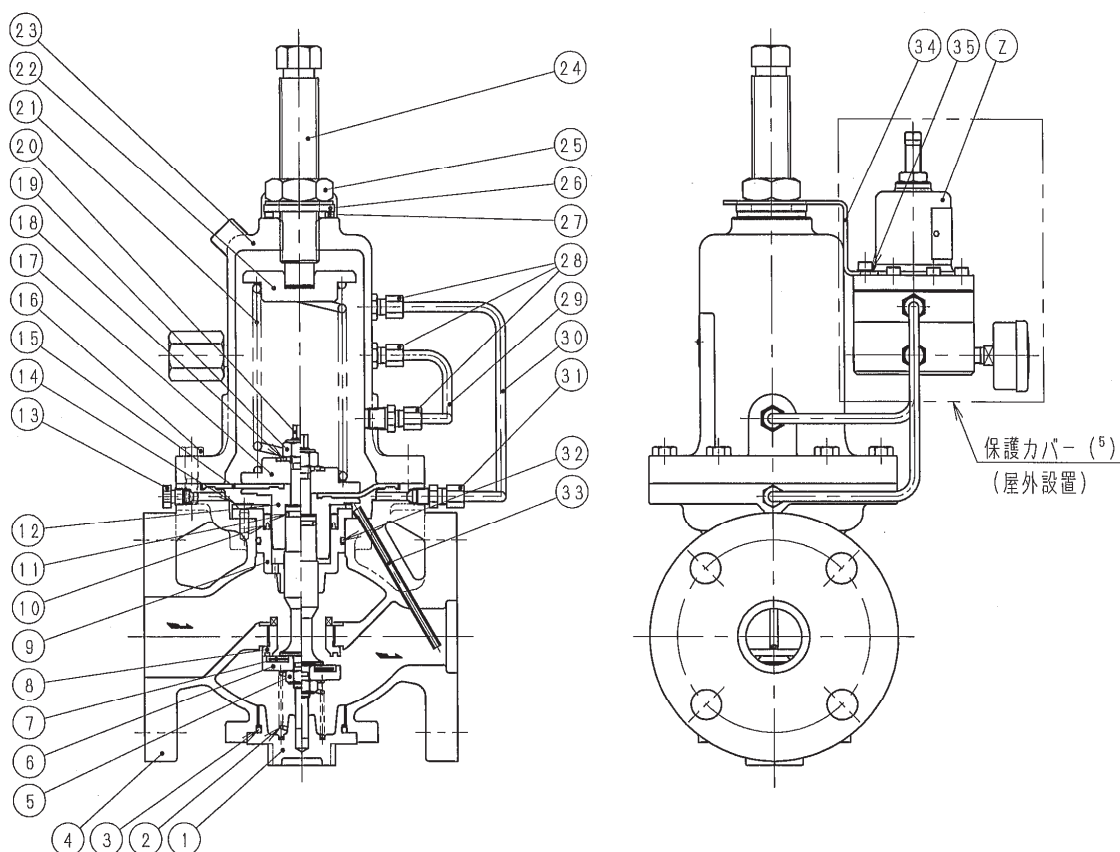
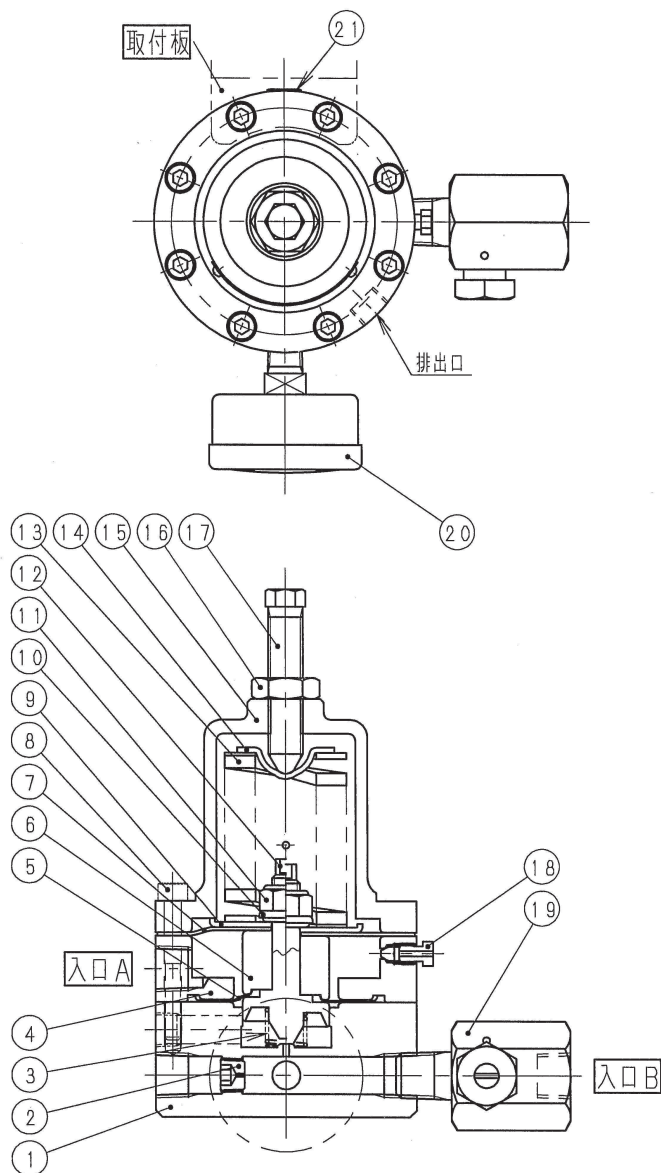

図4 構造例(呼び径 50)
図5 PCの構造(図4②詳細)
内部検出方式の場合の構造例を図4および図5に示します。主要各部の名称は表1および表2を参照してください。なお、主弁の構造は呼び径や弁箱材料などにより異なります。
注(4) 詳細は図 5 および表 2 を参照してください。
- (3-2) 本弁を配管に取り付ける際には、流体の流れ方向と弁箱④(図 4 参照)の鋳出し矢印の方向を必ず一致させてください。逆向きに取り付けて流体圧力を加えた場合、内部部品が変形・破損する危険性があります。
- (3-3) 本弁に過大な配管応力が加わらないよう配管の支持や固定をしっかりと行ってください。弁箱④に過大な応力が加わった場合、作動不良や弁漏れを引き起こすだけでなく、弁箱④が破損して外部に流体が流出する危険性があります。
- (3-4) 本弁を屋外に設置する場合は PC をカバー等で覆うなど、雨水等の流入を防止する措置を講じてください(図 4 参照)。その際、排出口は絶対に閉塞しないでください。
- (1) 操作用空気配管を絞り弁 Z-⑩(図 5 参照)の入口 B に接続してください。絞り弁 Z-⑩の入口側には圧力計を設置してください。
- (2) 二次側圧力(P2)を外部検出する場合は、制御流体を中間筒 Z-④の入口 A に接続してください。
- (3) 保守・点検および圧力調整の観点から、主弁と同様に正立(調節ねじ Z-⑦が上向き)での設置を推奨します。
- (4) 作動時に排出口から操作用空気が排出されますので、この排出口は絶対に閉塞しないでください。また、本弁は接続管を除き、保温材等で覆わないことを推奨します。